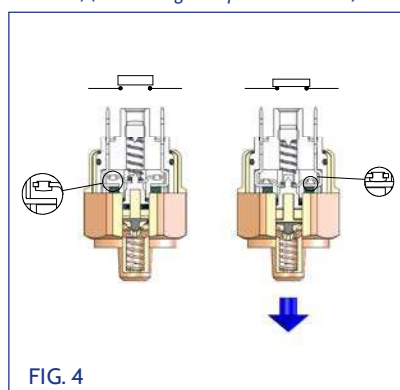

FIG. 4
- Nella versione NORMALMENTE APERTA (N.O.) Fig. 1 (Fig. 4 per il vuoto), il contatto si presenta aperto, ossia non esiste passaggio di corrente in assenza di pressione. Al raggiungimento della pressione di taratura il contatto elettrico si chiude
- In the NORMALLY OPEN (NO) version shown in Fig. 1 (Fig. 4 for vacuum) the contact is open, i.e. no current flows through it in the absence of pressure. When the set pressure is reached, the electric contact closes.